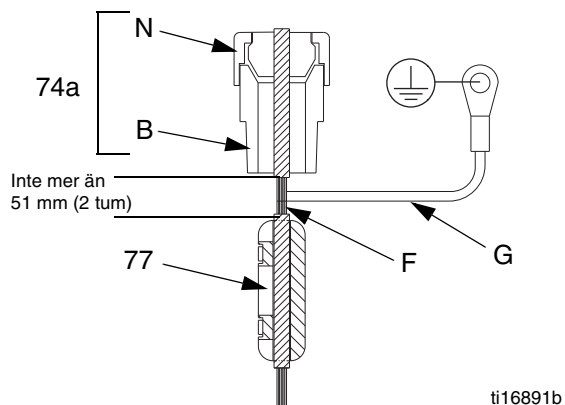

FIG. 6. Fältkabel till IS-krets
IS-fältledningen är jordad genom jordskruven i kopplingsdosan. Se FIG. 6.
Trä IS-fältkabeln genom den ledande dragavlastaren (74a) och anslut den till J2 och J3 på kretskortet. Se FIG. 6 och **Schema för systemdragning**, sidan 11.
Se FIG. 6. Dra åt muttern (N) på den ledande dragavlastningen (74a) ordentligt. Montera ferriten (77) på fältkabeln (F), inte mer än 51 mm (2 tum) från botten av den ledande dragavlastaren (74a). Installera jordledningen (G) vid jordskruven i kopplingsdosan.